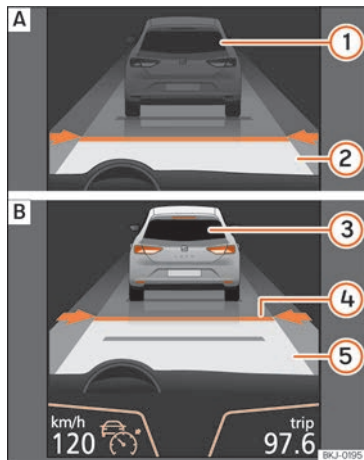
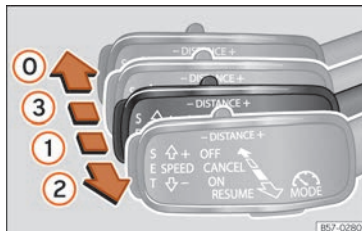
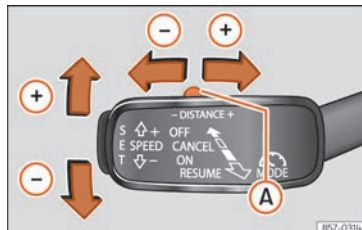

Fig. 259 Sul display del quadro strumenti: [A] ACC inattivo [Standby]. [B] ACC attivo.
Fig. 261 A sinistra del piantone dello sterzo: terza leva per utilizzare il sistema di regolazione automatica della velocità.
Fig. 262 A sinistra del piantone dello sterzo: terza leva per utilizzare il sistema di regolazione automatica della velocità.
Indicazione sul display » » **fig. 259:**
Quando il sistema di regolazione automatica della velocità (ACC) è attivato, sul quadro strumenti si accende la spia di controllo verde (A) e sul display vengono indicati la velocità programmata e lo stato dell'ACC » **fig. 259**.
Una volta iniziata la marcia, se si desidera stabilire la velocità attuale come velocità di crociera del veicolo e attivare l'ACC, premere il tasto **SET** »» fig. 262. Se si desidera aumentare o ridurre la velocità in intervalli di 1 km/h (0,6 mph), collocare la leva in posizione ② »» fig. 261 o premere il tasto **SET** rispettivamente.
La velocità programmata può essere modificata con il veicolo sia fermo che in marcia, a seconda della preferenza. Qualsiasi modifica della velocità programmata verrà visualizzata nella parte inferiore sinistra del display del quadro strumenti »» fig. 259.
Per aumentare o ridurre il livello di distanza, premere il tasto doppio verso destra o sinistra »» fig. 262 **A**.
- Per attivare l'ACC, con la terza leva situata in posizione ①, occorre premere il tasto **SET** o collocare la terza leva dell'ACC in posizione ② »» fig. 261. In questo momento, l'immagine dell'ACC sul display del quadro strumenti passerà alla modalità Attiva »» fig. 259.
Per scollegare l'ACC, collocare la leva in posizione ③ »» fig. 261 fino all'arresto. In questo
Se non si desidera scollegare l'ACC, ma solo disattivarlo temporaneamente (Standby), collocare la terza leva in posizione ③ »» fig. 261 o premere il pedale del freno.